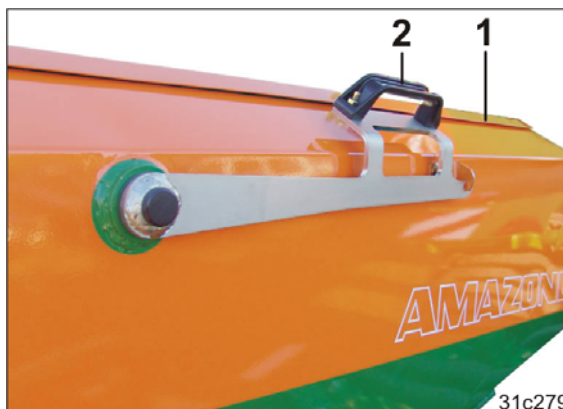

Fig. 227
4. Åbn låget (Fig. 227/1) på tanken.
- 4.1 Frigør håndtaget (Fig. 227/2).
- 4.2 Åbn dækslet (Fig. 227/1) ved at betjene håndtaget.